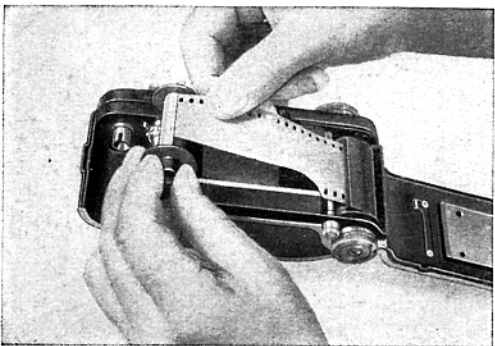

fig. 32
De préférence retirez la bobine réceptrice (29) de l'appareil pour faire glisser l'extrémité du film sortant de la cartouche sous le ressort d'accrochage de cette bobine (fig. 32). Puis faites passer le film au-dessus du couloir sur les deux guide-film (32) et remettez la bobine réceptrice à sa place, le film étant toujours accroché, bien entendu. L'émulsion (côté mat) du film doit toujours faire face à l'objectif. Veillez à ce que l'entraîneur de l'axe du levier d'armement (6) chevauche bien la barre transversale du noyau de la bobine.